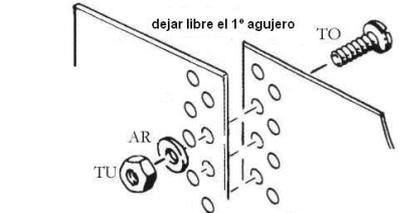

fig. 17
c) Unire i due estremi della parete metallica e chiuderla con i viti (TO), le rondelle (AR) ed i dadi (TU), dato che la testa delle viti (TO) deve rimanere nella parte interna della parete e le rondelle (AR) ed i dadi (TU) nella parte esterna (fig. 17).